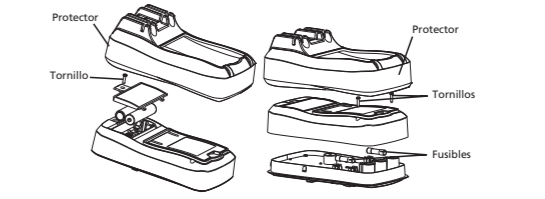

Fig. 4a Fig. 4b
2. REEMPLAZOS (ver Fig. 4a, Fig. 4b)